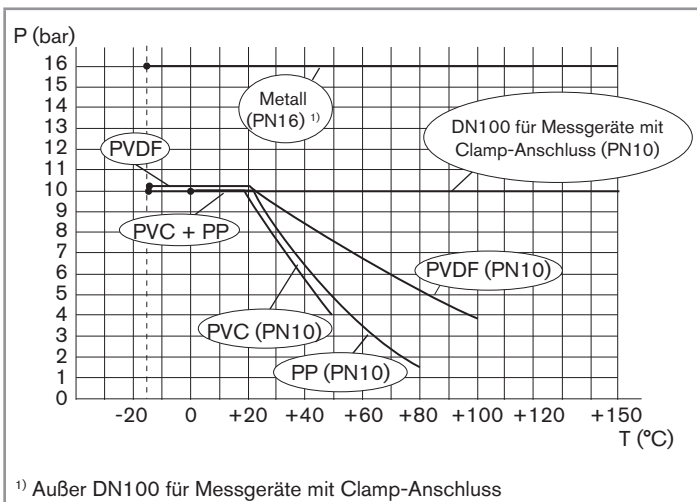

Bild 3: Flüssigkeits-Temperatur / -Druck-Abhängigkeitskurven, für die verwendeten T-Fittings selbst
- ▶ Je nach Fittingswerkstoff (siehe Bild 3) und dem verwendeten Messgerät (siehe die entsprechende Bedienungsanleitung) die entsprechende Flüssigkeits-Temperatur / -Druck-Abhängigkeit berücksichtigen.